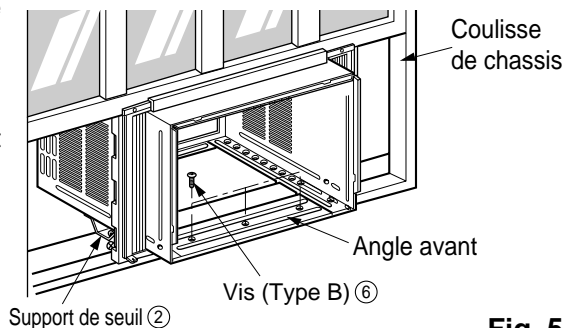

Fig. 5
6. Installez le boîtier avec une inclinaison d'environ 1/2" (1,27 cm) vers l'extérieur (Voyez la fig. 5). Réglez l'écrou et le boulon des supports de seuil ② de manière à équilibrer le boîtier.
7. Fixez le boîtier au rebord de fenêtre à l'aide de vis de type B ⑥ (16 mm [5/5"] de long) passant à travers de l'angle avant du boîtier et se logeant dans le rebord de fenêtre.
8. Tirez chaque volet d'étanchéité ① entièrement contre chaque coulisse de châssis et répétez l'étape 2.